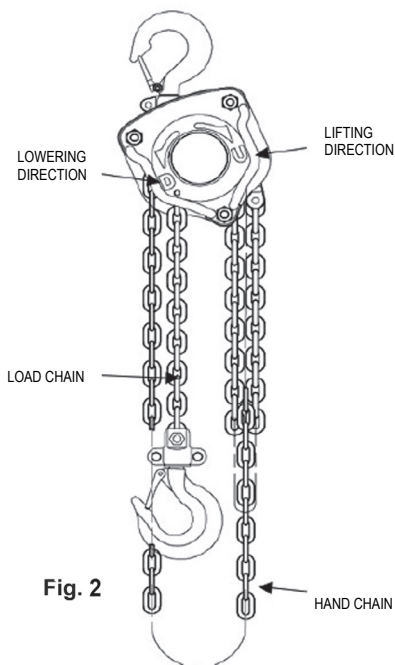

Fig. 2
- Die Handkette in die Heberichtung ziehen (zum Verkürzen der Kette) oder in die Senkrichtung (zum Verlängern der Kette). Die Hebe / Senkrichtungen ("U" / "D") sind direkt auf den Körper des Hebezeugs gedruckt (Abb.2).